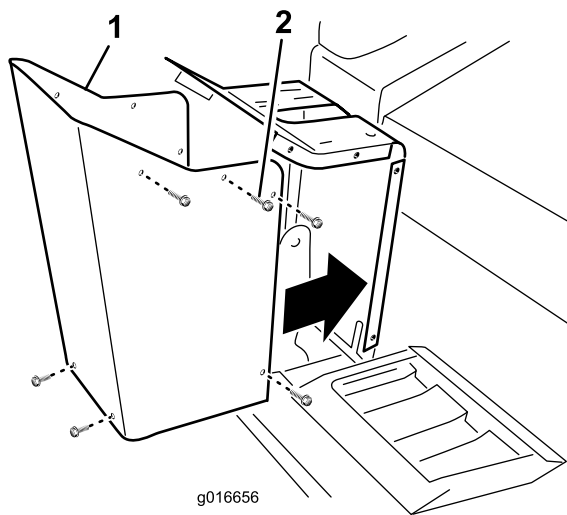

図 2
1. ステアリングタワーカバーをステアリングタワーに固定している10本のボルトを外して保管する図2。ステアリングタワーカバーを取り外す。
8. 先ほど外したボルト10本を使って、ステアリングタワーカバーを取り付ける 図 2。